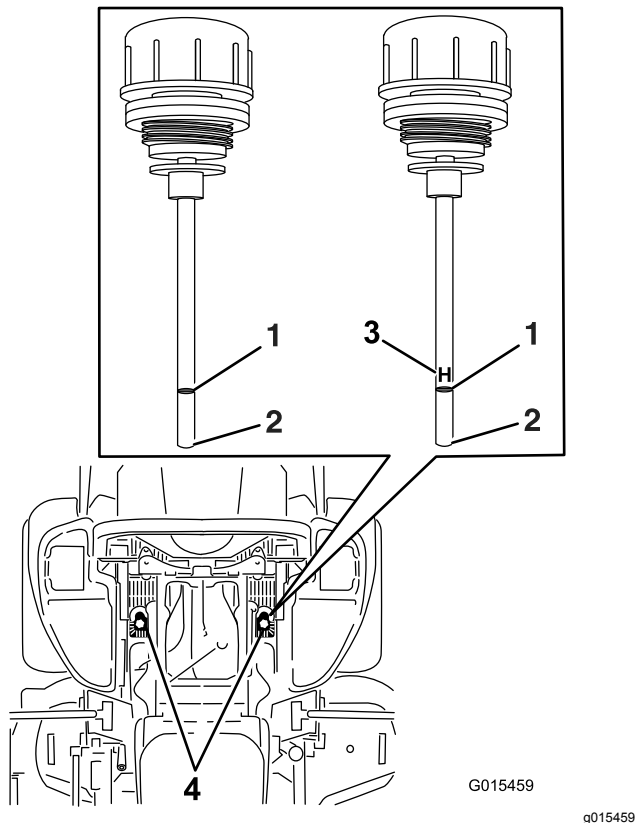

Figura 90
6. Limpie la zona alrededor de las varillas de los depósitos del sistema hidráulico (Figura 90).
7. Retire una varilla del depósito de aceite hidráulico (Figura 90).
9. Retire la varilla e inspeccione el extremo (Figura 90).